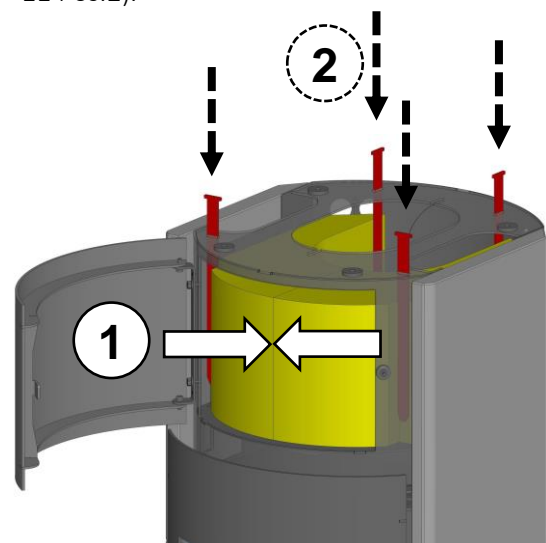

Fig. 11: Monter les goupilles de sécurité
7. Pousser l'une contre l'autre les deux pierres accumultrices dans la partie avant (Fig. 11 Pos.1) et les positionner droites. Réintroduire ensuite les quatre goupilles de sécurité des pierres accumultrices (Fig. 11 Pos.2).